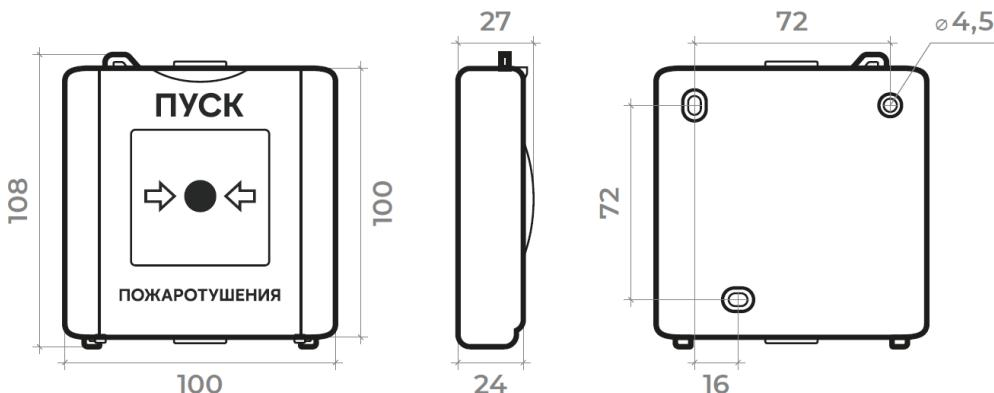
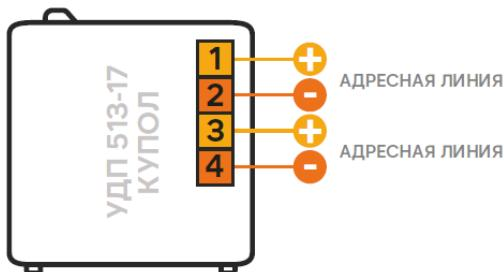

Рис. 1. Габаритные и установочные размеры УДП.
Рис. 2. Назначение клемм УДП.
2.1.2. Габаритные и установочные размеры показаны на рис.1, назначение клемм – на рис.2.